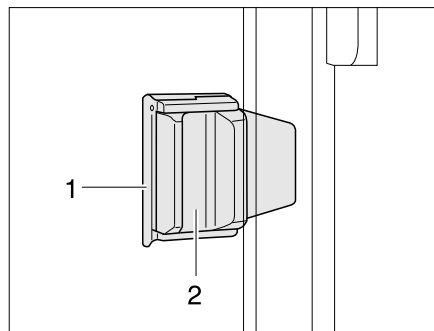

Fig. 64 Fenêtre coulissante avec verrouillage coulissant
- Retirer le verrouillage (Fig. 64,1).
- Appuyer sur la poignée (Fig. 64,2) et la pousser simultanément vers l'avant ou l'arrière.
- Tourner le bouton de verrouillage (Fig. 64,1) en position verticale.